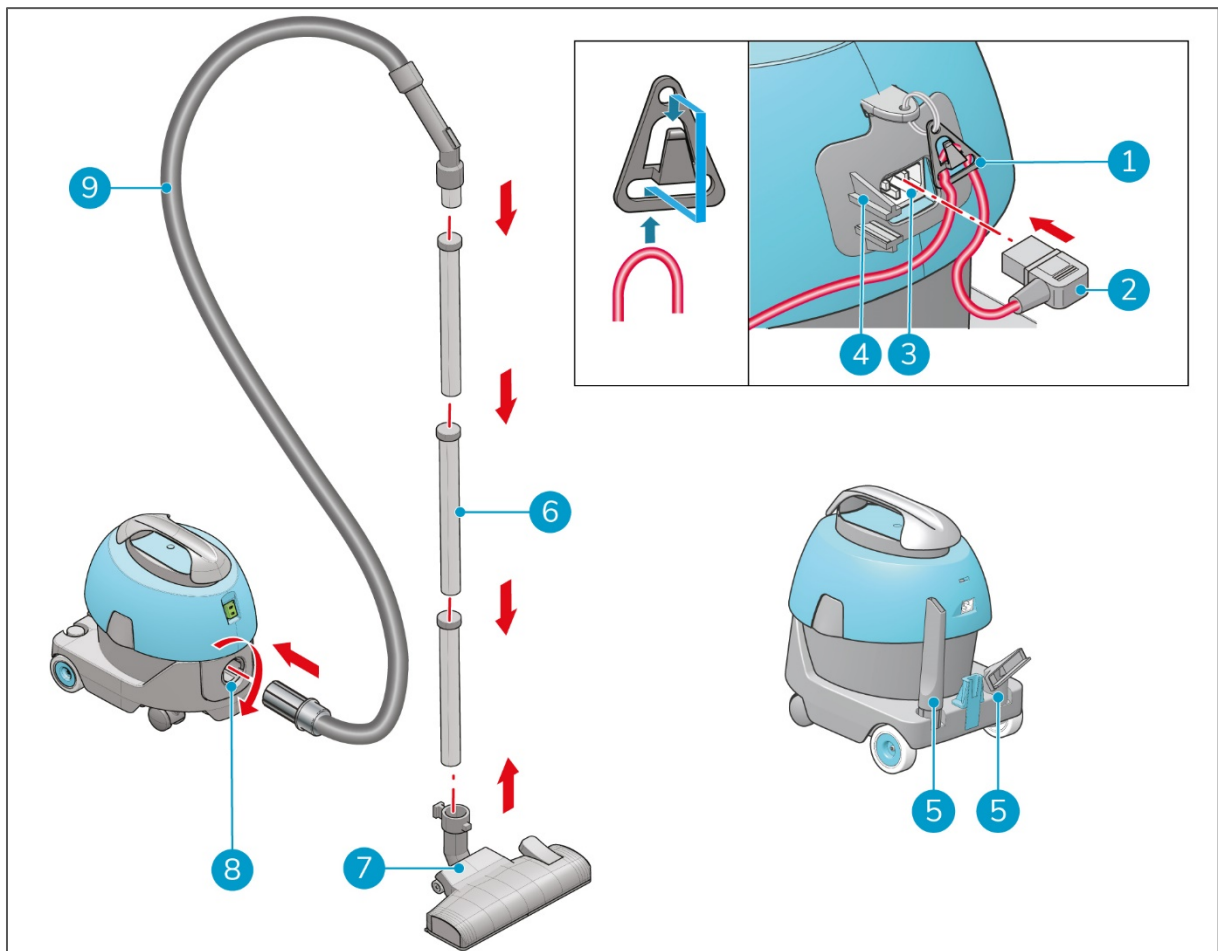

Figura 7
1. Pasa el cable de alimentación principal por el sistema de prevención de tirones (Figura 7, pos. 1), y deja una longitud de cable entre 10 y 12 centímetros desde la máquina.
2. Enchufa el conector del cable de alimentación principal (Figura 7, pos. 2) en la toma de conexión (Figura 7, pos. 3).
3. Inserta el conector del cable de alimentación principal en la sujeción (Figura 7, pos. 4).
4. Inserta la manguera (Figura 7, pos. 9) en la entrada para la manguera (Figura 7, pos. 8).
6. Acopla la manguera al tubo (Figura 7, pos. 6).
7. Fija la herramienta deseada (Figura 7, pos. 7) en el extremo estrecho del tubo.
8. Coloca las herramientas que no utilices en sus soportes (Figura 7, pos. 5).